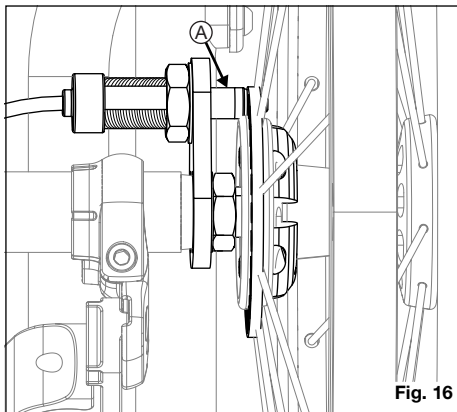

Fig. 16
3. Kontroller visuelt, at hjullåsestiften sidder helt fast i hjullåsepladen (fig. 16:A).